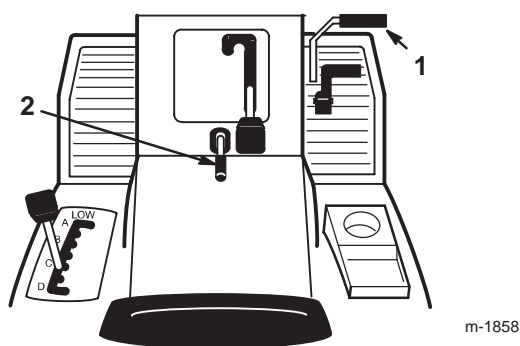

Figure 3
1. Appuyez sur la pédale de frein (Fig. 3) et maintenez-la enfoncée.
2. Relevez le levier de frein de stationnement (Fig. 3) et relâchez progressivement la pédale de frein.
1. Enfonchez la pédale de frein (Fig. 3).